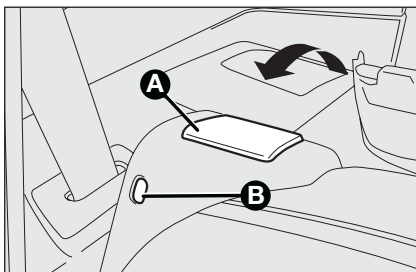

fig. 3
**AVERTISSEMENTS** Le correct accrochement du dossier est garantie par la disparition de la “bande rouge” **B-fig. 3** présente sur les leviers **A** d’abattement du dossier. Cette “bande rouge” indique en effet l’accrochement non réussi du dossier.